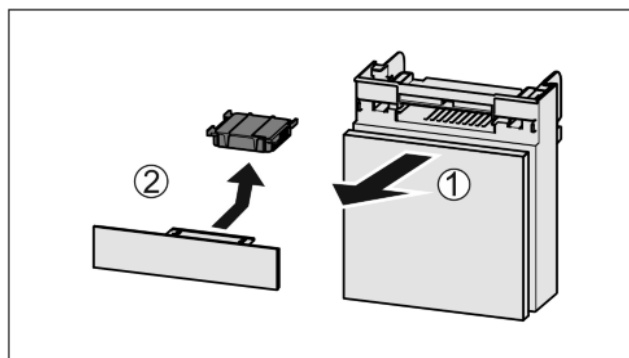

Fig. 35
- ▶ Вытянуть *Fig. 35 (1)* отделение движением вперед.
- ▶ Извлечение *Fig. 35 (2)* фильтра с активированным углем.